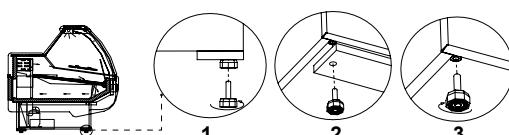

Abb.3 Entfernen der Holzbühne
- Die Anlage auspacken und das Holzpodest, dass auf der Grundlage vorhanden ist, entfernen (ausgeschlossen von fahrbaren Anlagen) Abb.3